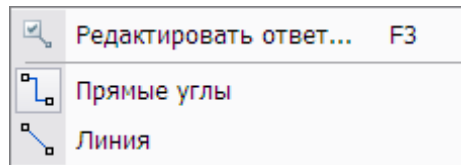

Рисунок 886
- 2) В появившемся контекстном меню выберите тип соединительной линии (рисунок 886).